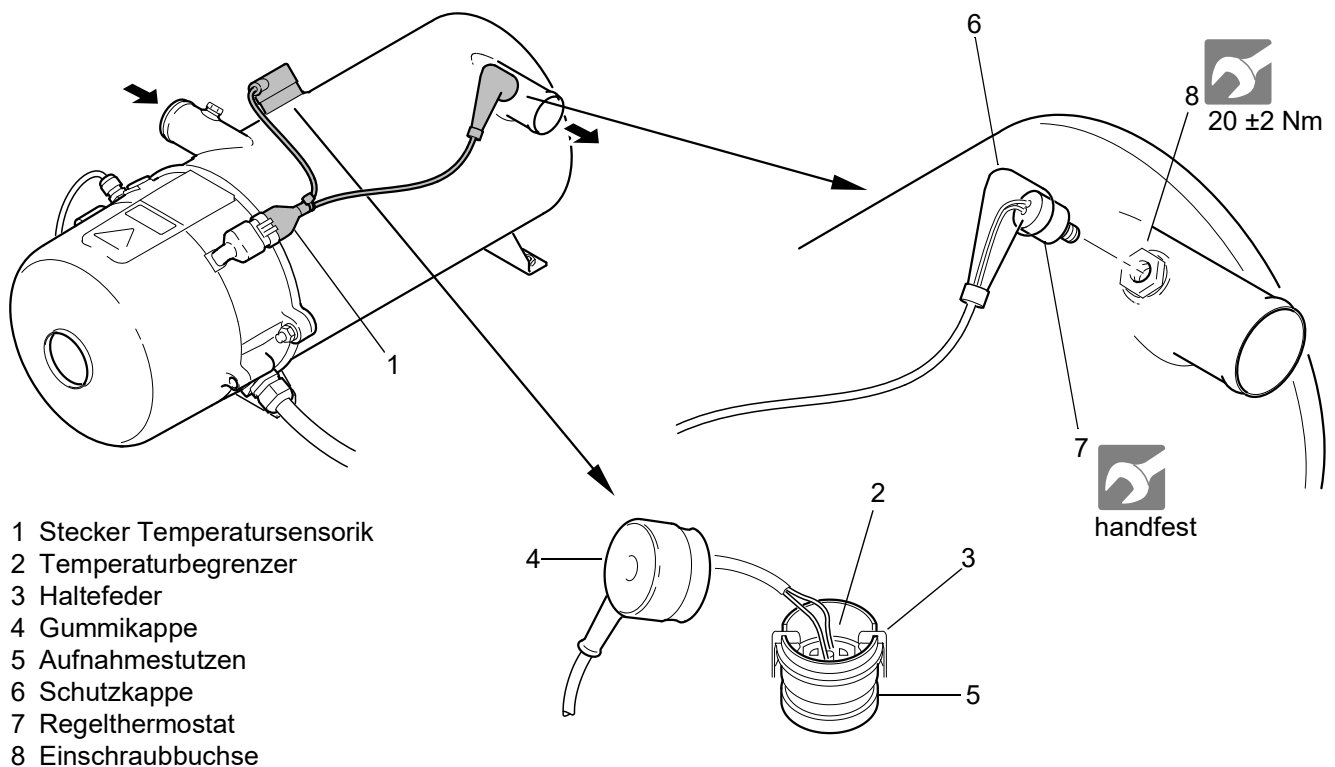

Abb. 801 Aus- und Einbau der Temperatursensorik
2. Stecker Temperatursensorik (1, Abb. 801) abziehen.
3. Gummikappe des Temperaturbegrenzers (4) abziehen.
4. Mit Schraubendreher Haltefeder (3) abhebeln und Temperaturbegrenzer (2) entfernen.
5. Schutzkappe (6) des Regelthermostaten (7) abziehen.
6. Regelthermostat (7) von Hand herausrauben.
1. Regelthermostat (7, Abb. 801) von Hand in die Einschraubbuchse am Kühlmittelaustritt einschrauben.
2. Schutzkappe (6) installieren.
3. Gummikappe des Temperaturbegrenzers (4) soweit